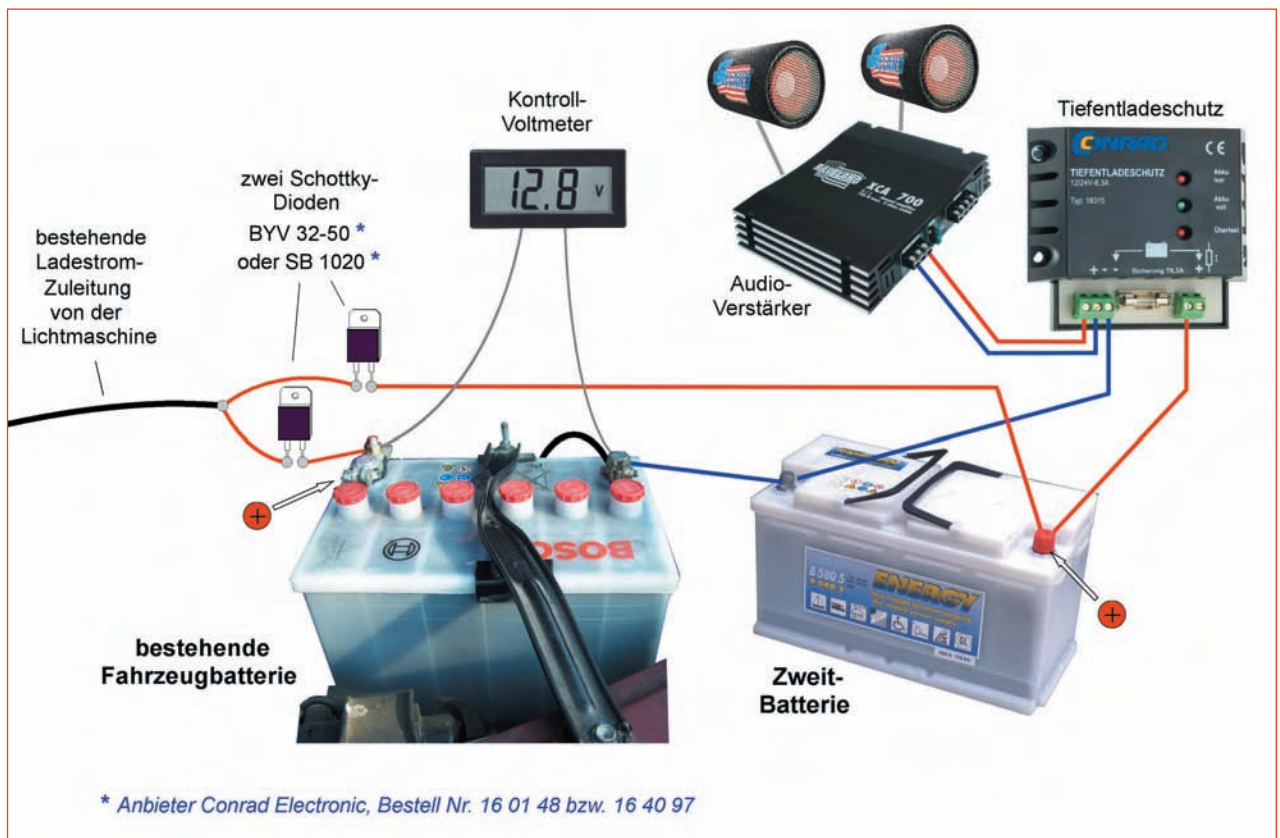

Abb. 12.3 – Zweitbatterie im Auto.
Ähnlich dem angesprochenen Audioverstärker zehren auch diverse weitere Verbraucher von einer Autobatterie. Zuverlässige Abhilfe bietet in solchen Fällen eine Zweitbatterie, die nach Abb. 12.3 einen zusätzlichen Tiefentladeschutz erhalten sollte.
- a) Zwei Schutzdioden (Schottky-Dioden) müssen die eigentliche Fahrzeugbatterie nach Abb. 12.3 vor dem Entladen durch die weiteren Verbraucher schützen.